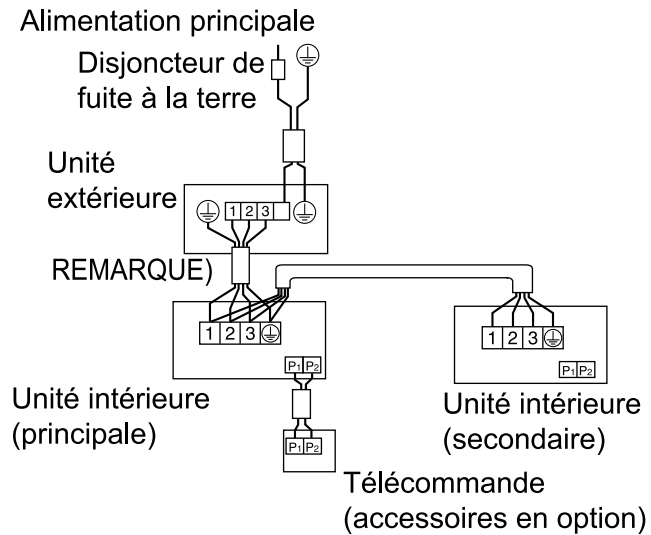

Fig. 25
- **Système à fonctionnement simultané:** 1 télécommande commande 2 unités intérieures. (2 unités intérieures fonctionnent ensemble.) (**reportez-vous à la fig. 25**)